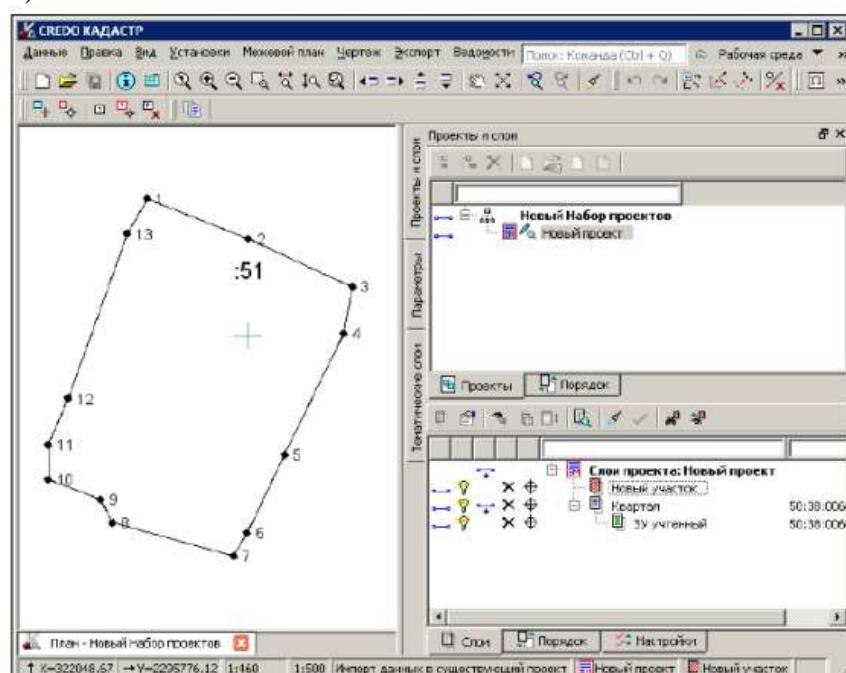

Рисунок 29– Окно параметров
7. Для отображения данных на экране выберите команду **Вид/Показать/Все <Ctrl+0>**. В результате в графическом окне отобразится импортированный участок из KB (рис. 29).